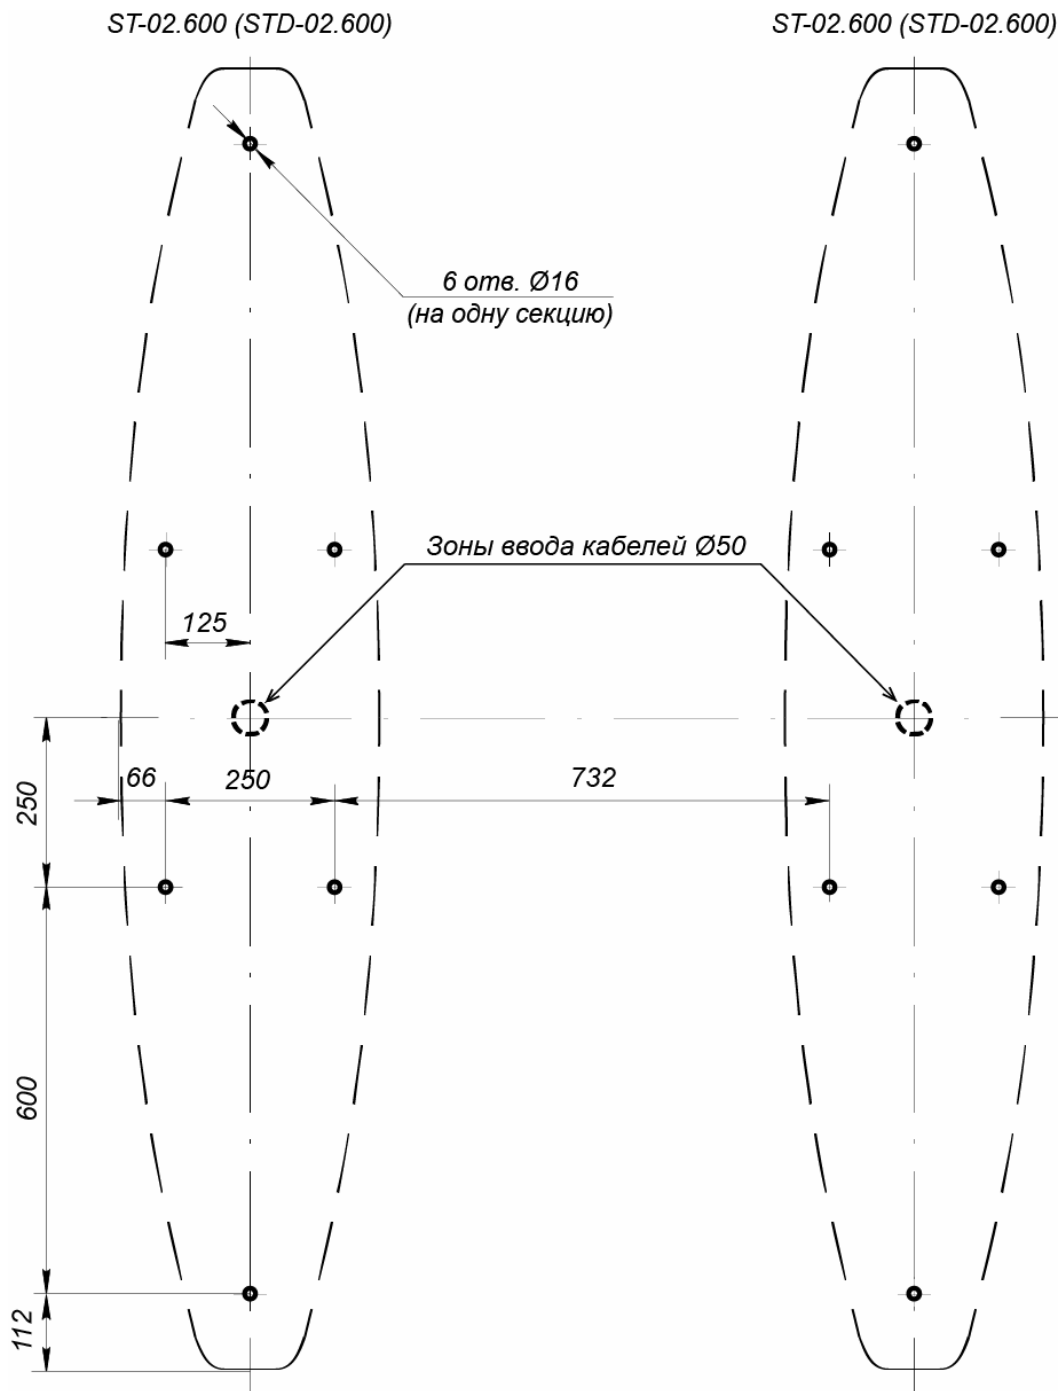

Рисунок 13. Схема разметки для монтажа секций турникета с шириной зоны прохода 600 мм (PERCo-ST-02.600, PERCo-STD-02.600)
2. Определите места установки секций *Master* и *Slave*, при необходимости – места установки двусторонних секций. При этом необходимо учитывать правило взаимного расположения секций: напротив створки секции (стороны двусторонней секции) *Master* всегда должна располагаться створка секции (стороны двусторонней секции) *Slave*. Для двухсторонней секции **PERCo-STD-02** сторона (*Master* или *Slave*) определяется с помощью наклеек, расположенных под боковыми панелями (6).
3. В соответствии со схемами, приведенными на рис. 13 – 15, и с учетом проекта проходной произведите разметку и разделку отверстий на установочной поверхности под гильзы анкеров для крепления секций турникета и двусторонних секций. Для разделки отверстий используйте сверло твердосплавное. Глубина сверления при использовании стандартных анкеров PFG IH10 – 65 мм.